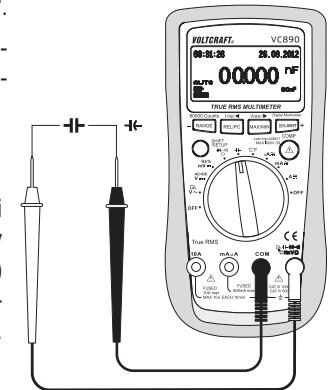

Abb. 8
2. Stecken Sie die rote Messleitung in die °CHzVΩ-Messbuchse (7), die schwarze Messleitung in die COM-Messbuchse (8) (Abb. 8).